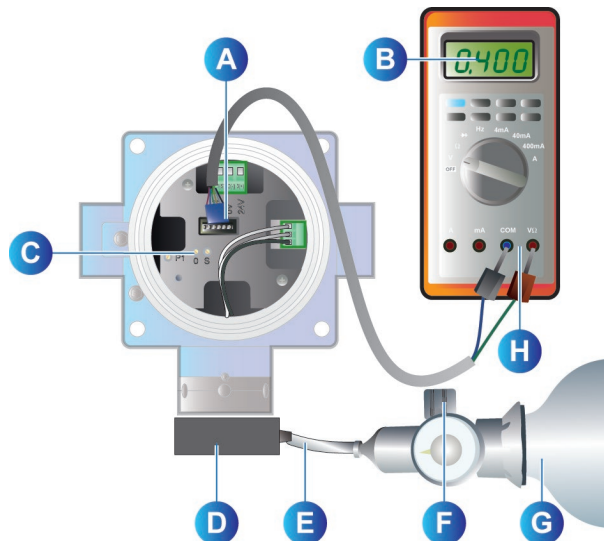

Abbildung 14 : Nullpunktjustierung (OLCT 100).
2. Verbinden Sie die blauen und grünen Stecker des Kalibrierkabels mit den Anschlüssen "+" und "-" am Multimeter "H" (Abbildung 14 „H“).